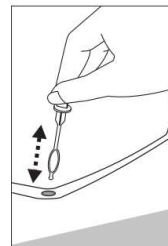

Abb. 10
- Reinigen Sie regelmäßig die Abflussöffnung der Abtauwasserauffangrinne mit dem dafür vorgesehenen Reinigungsinstrument (**Abb. 10**).